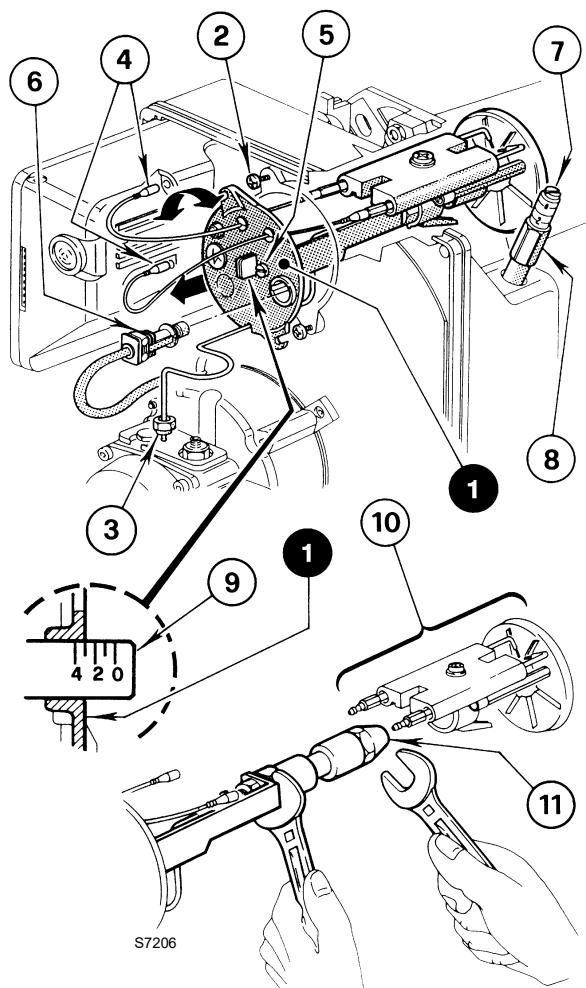

Fig. 10
La regulación del cabezal de combustión cambia según el caudal del quemador (Fig. 10).
- girar en sentido horario o antihorario el tornillo de regulación 5) hasta que la muesca de la brida de regulación 9)(Fig. 10) coincida con el plano exterior del conjunto portaboquilla 1)(Fig. 10).
- aflojar la tuerca 8)(Fig. 10) y calibrar el registro con el tornillo 7)(Fig. 10).
- Después de finalizar la regulación, enroscar nuevamente la tuerca 8)(Fig. 10).